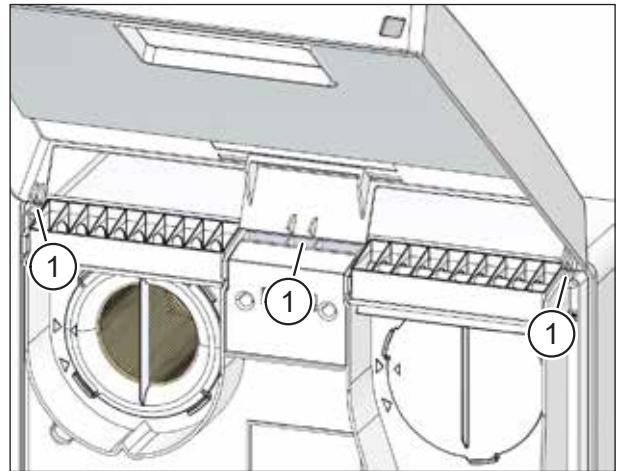

Abb. 46: Gerätedeckel auf Lüftungsgerät aufsetzen
- ▶ Setzen Sie die Nasen (Pos. 1 in Abb. 46) des Gerätedeckels in die Öffnungen an der Oberseite des Lüftungsgerätes ein.